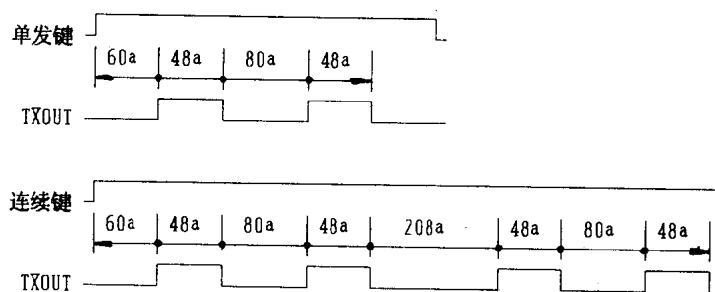

图 1-3-6 单发和连发输出波形
- 可供发射的指令达 75 个,其中有 63 个是连续指令,并可多键组合;12 个是单发指令,只能单键使用。单发和连发输出波形如图 1-3-6。按下单发键(7~18), T_xOUT 只输